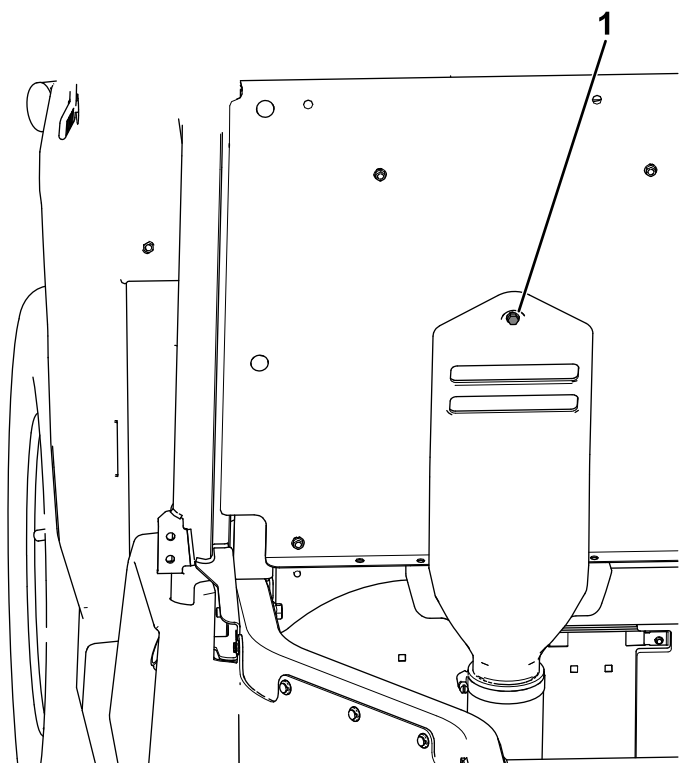

Figura 62
- B. Inserte el perno cautivo que está conectado a la cubierta de admisión de la CVT en el orificio indicado del panel del asiento (Figura 62).